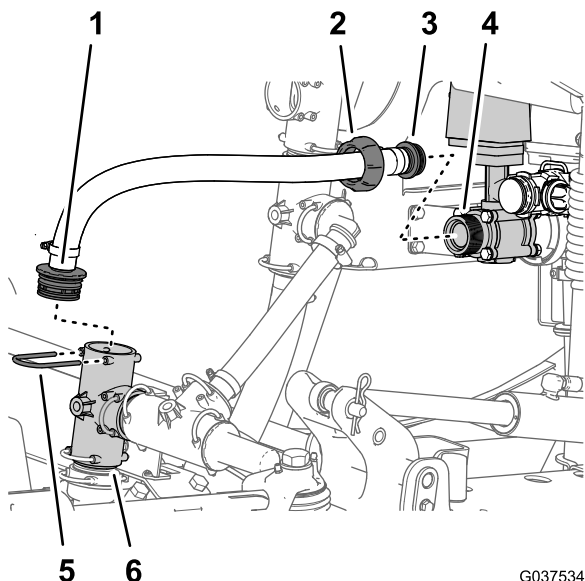

图37
4. 从主控制阀的螺纹接头完全拧下打药车供水软管的蝶形螺母 图37。
5. 卸下将打药车供水软管直通宝塔接头固定至打药车泵 T 形接头的卡环 图37。
6. 从机器上拆下打药车供水软管 图37。